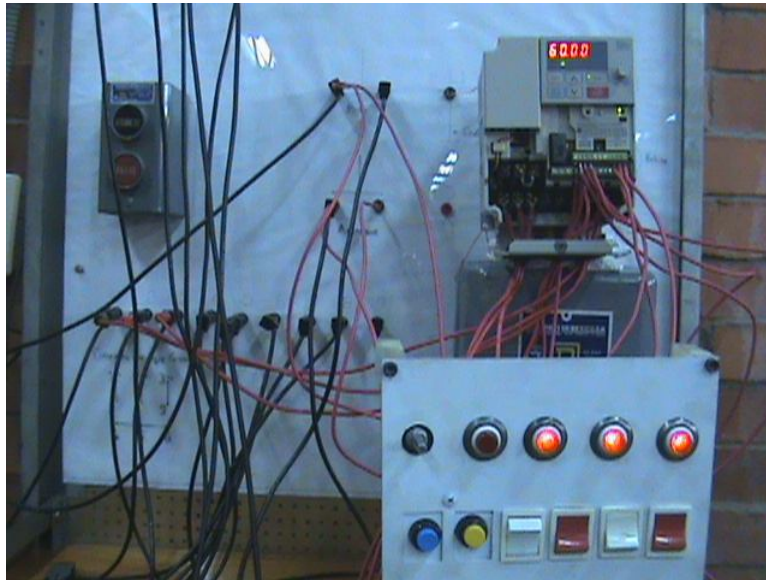

Figura 5.22.9 Velocidad 7 activada.
Por último para la velocidad 7 se realizó el mismo procedimiento, se formó con la combinación de interruptores el número 7 binario (111), es decir todos activados y la frecuencia que se obtuvo fue la de 60 Hz que se programó. (Figura 5.22.9)